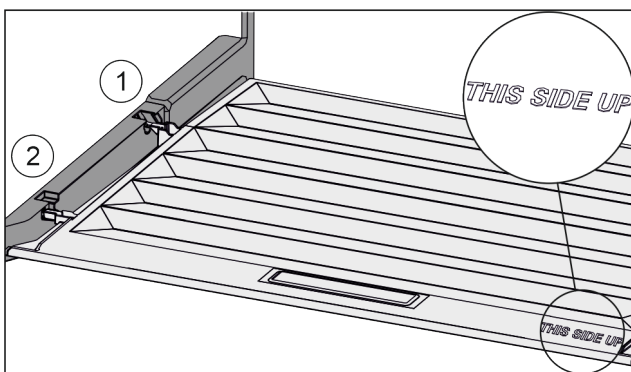

Fig. 43
- ▶ Introduire les rainures du couvercle par l'orifice du support arrière Fig. 43 (1) et les enclencher à l'avant dans le support Fig. 43 (2).